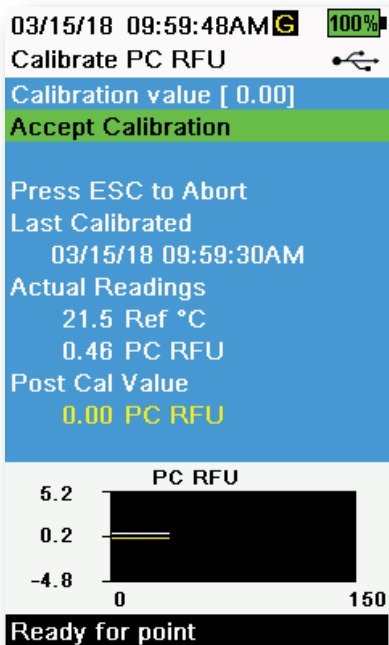

图 57 校准 PC RFU
8. 观察校准显示屏上的温度读数（图 57）。使用制备罗丹明 WT 溶液章节中的表格确定标准液适当的校准值。